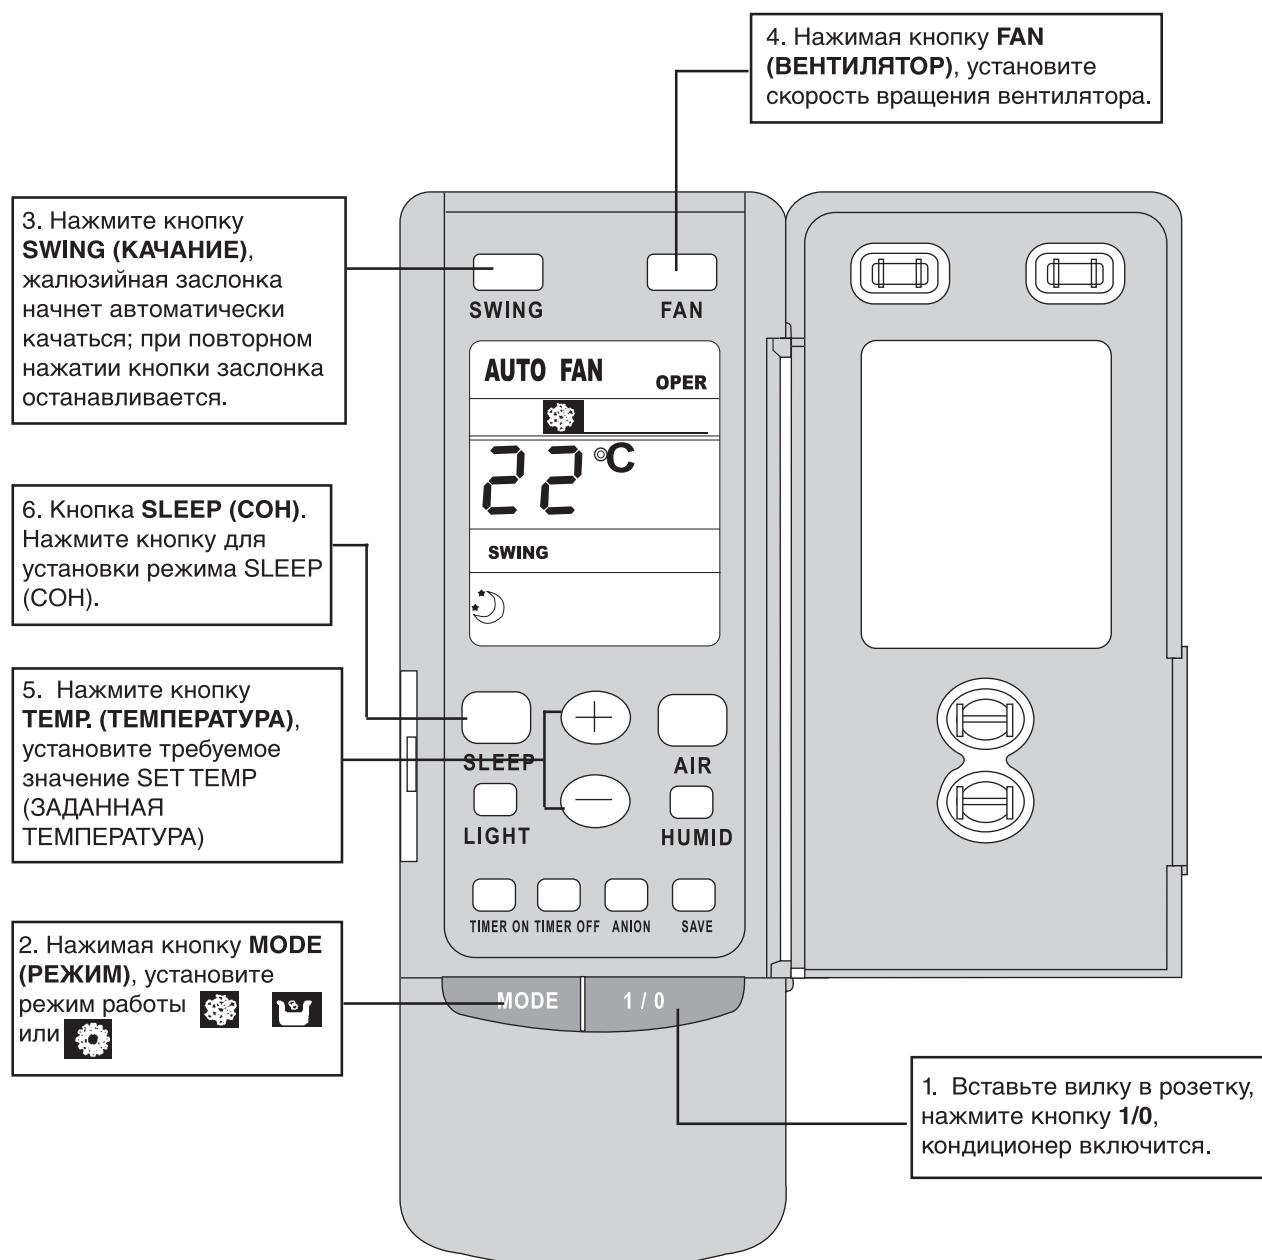

Рис. 7.6.7
h) Работа в режиме COH (рис. 7.6.7).